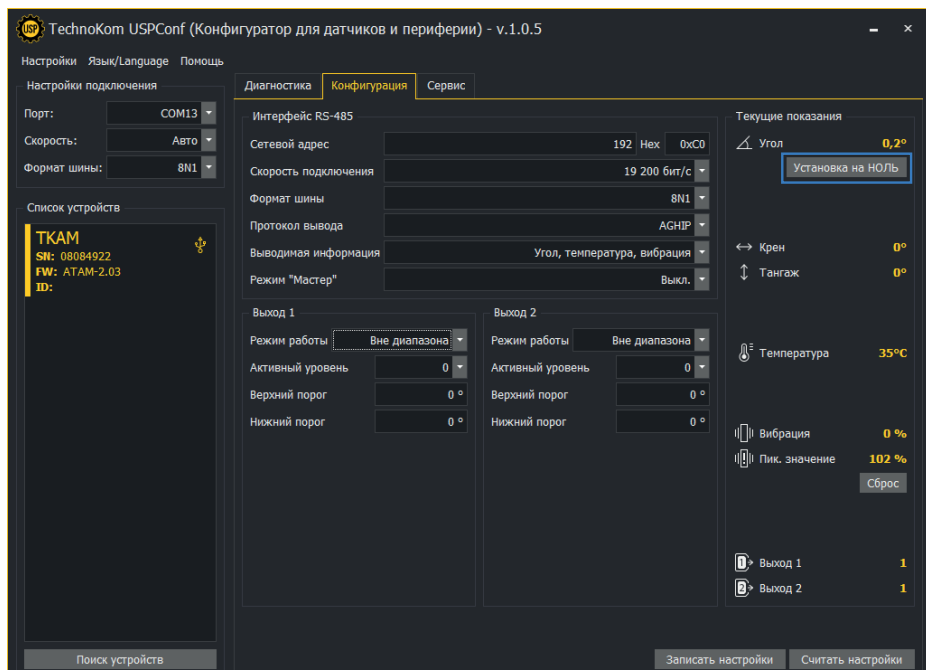

Рис.9. Установка уровня нуля.
- Подключите датчик к программе USPConf и перейдите на вкладку «Настройки». В поле «Угол, град» в блоке «Текущие параметры» отображаются текущие показания датчика угла. Нажмите кнопку «Установка на НОЛЬ» для того, чтобы принять текущий угол наклона за нулевой (**Рис.9**). Сохраните настройки.